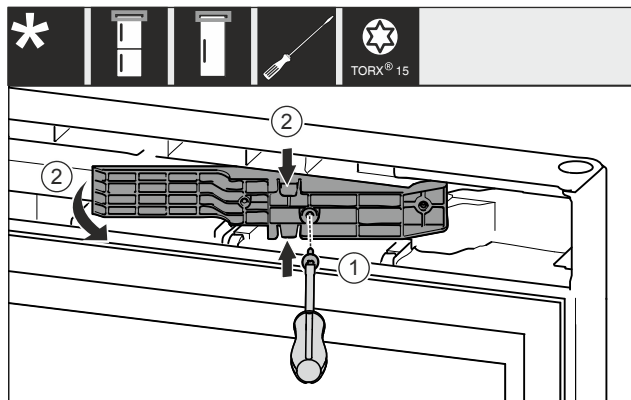

Fig. 12 *
- Λύστε τις βίδες με κατσαβίδι T15. Fig. 12 (1)*
- Τραβήξτε έξω τον αντάπτορα. Fig. 12 (2)*